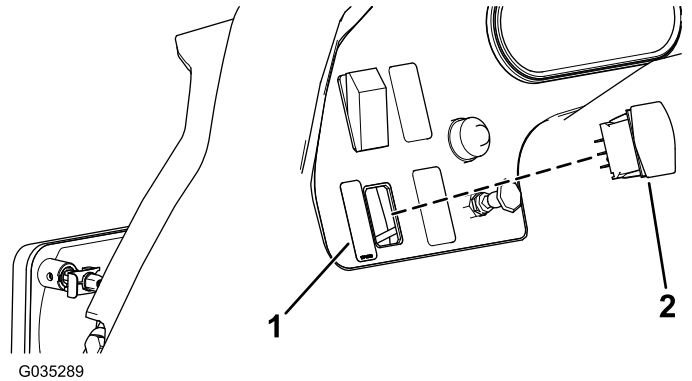

Bild 8
- Setzen Sie den Kippschalter in die Öffnung ein und bringen Sie den Arbeitsscheinwerferaufkleber links vom Kippschalter an (Bild 8).